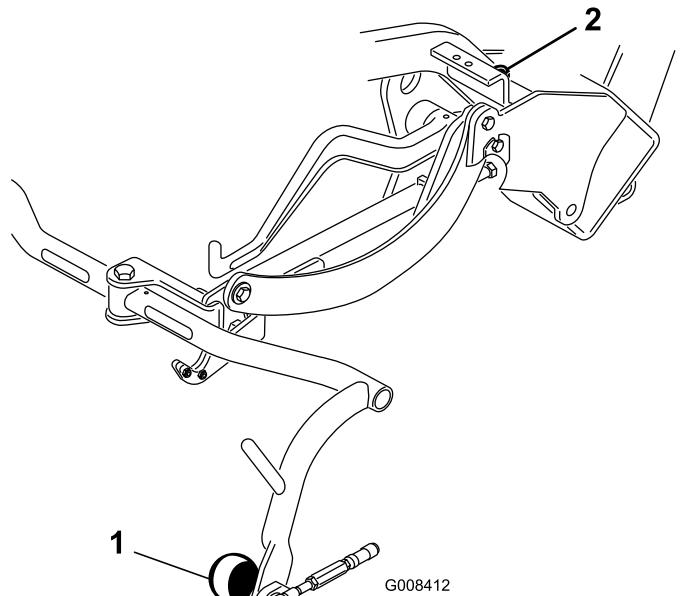

図 7
- すき間の調整が必要な場合には、キャリアフレームのストップねじ図7についているジャムナットをゆるめ、ストップねじの高さを変えてキャリアフレームを調整する。